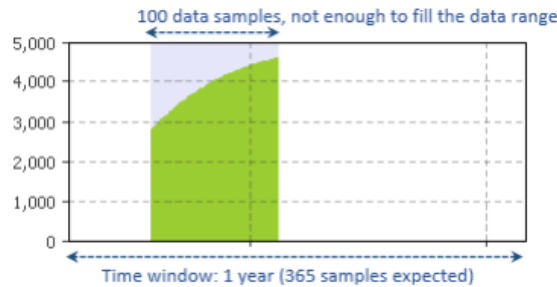

Рисунок 4.17 – Шкала часу діаграми
3. Якщо ви запускаєте свою модель і ваша діаграма схожа на малюнок нижче, вам потрібно збільшити кількість зразків даних, які відображає діаграма, або зменшити часове вікно діаграми (рис. 4.17).